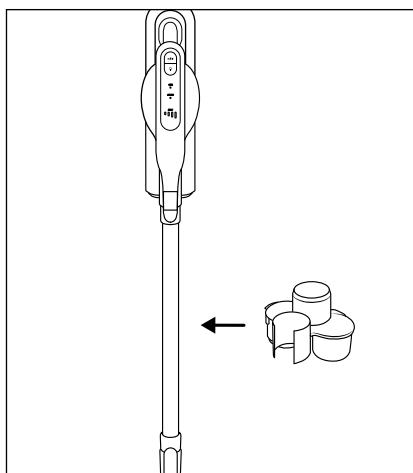

Fig. 19
- ◆ Appuyez sur l'interrupteur Marche/Arrêt ⑪ ⑨ pour éteindre l'appareil. L'écran d'affichage ⑧ s'éteint.
- ◆ Fixez le support pour accessoires ⑯ sur le tube d'aspiration ⑤ (voir fig. 19).